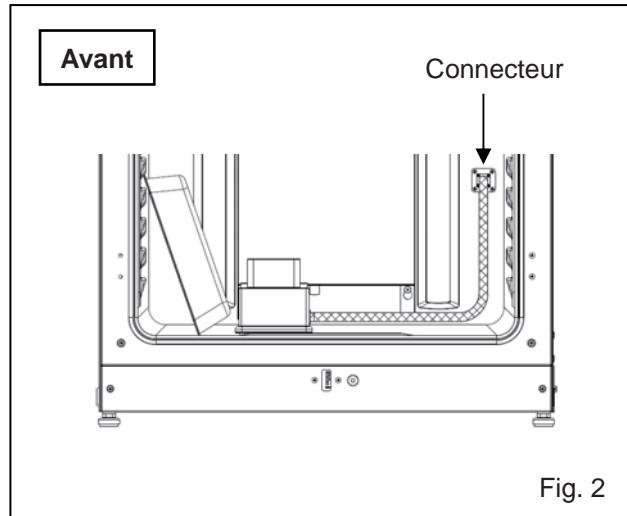

Fig. 2
7. Retirez le capot du connecteur situé tout au fond à droite à l'autre bout de la chambre. Reliez le générateur de H₂O₂ et le connecteur avec le câble fourni (Fig. 2).